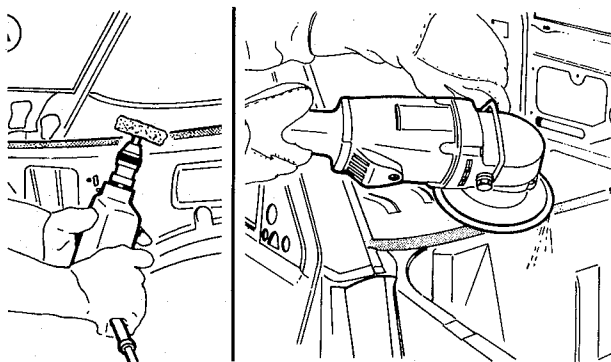

fig. 15
4. Esmerilhar os pontos de solda e lixar ambos os lados dos flanges até limpá-los completamente (fig. 15)